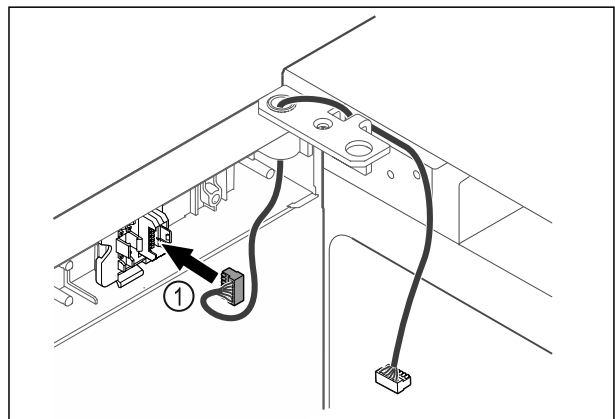

Fig. 42
- Enchufar el conector Fig. 42 (1) en su soporte.